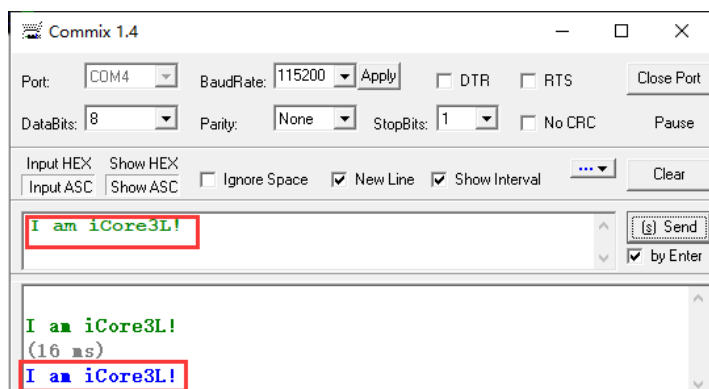

图 10
8、发送数据与接收数据一致，则 RS485 通信成功，如图 10 所示：